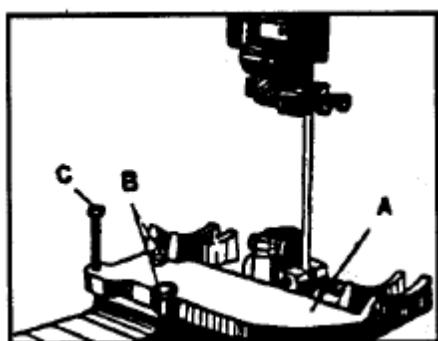

Рис. 14
Найти собранный узел гайки с кронштейном (A) качающейся опоры с двумя винтами (B) с шайбами. Для регулировки положения стола служит опорный винт (C) стола, *Рис. 14*.